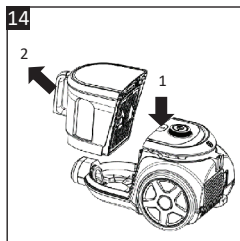

Fig. 14
- Goliți periodic colectorul de praf (11). Nu permiteți conținutului să depășească nivelul marcat „MAX”.
1. Apăsați și mențineți apăsat butonul de eliberare a colectorului de praf (12) cu o mână și ridicați colectorul de praf de mânerul său (10) cu cealaltă mână pentru a-l scoate din aspirator (**Fig. 14**).